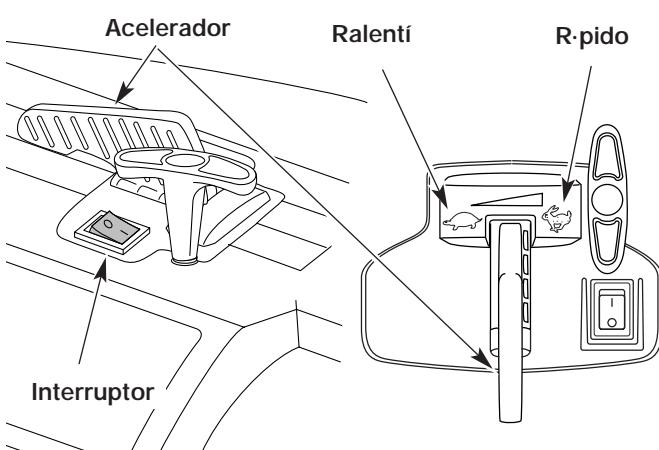
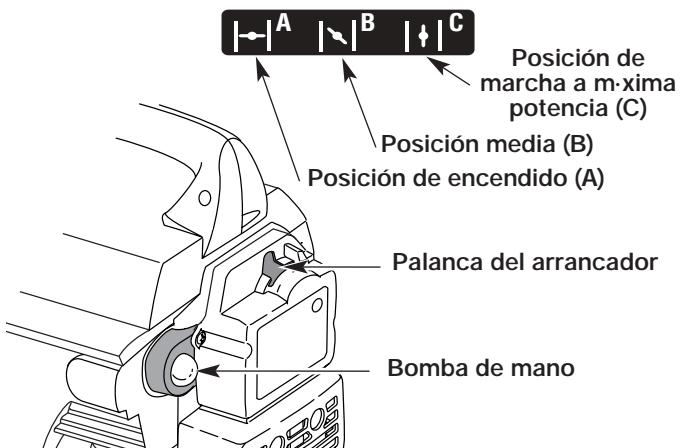

Fig. 10
Fig. 11
OBSERVACIÓN: El interruptor de encendido es un interruptor transitorio y siempre está en la posición de ENCENDIDO (ON) (I) (Fig. 10).
- Presione y suelte la bomba de cebado 10 veces, lentamente y completamente. Debe verse el combustible que llega a la bomba (Fig. 11). Si no se observa combustible en la bomba, presione tres veces más o hasta que el combustible llegue a la misma.
- Coloque la palanca del arrancador en posición de encendido (A) (Fig. 11).
- Con el aparato en el suelo, pase la palanca del arrancador en posición rápida (Fig. 10).
- Coloque la palanca del arrancador en posición media (B) (Fig. 11).
- OBSERVACIÓN:** El aparato no funcionará en posición de puesta en marcha (A).
- Deje que el motor se caliente durante 5 a 10 segundos. Coloque la palanca del arrancador en posición de marcha a máxima potencia (C) (Fig. 11).
OBSERVACIÓN: Si el motor se ahoga al intentar ponerlo en marcha, ponga la palanca del arrancador en posición de marcha a máxima potencia (C). Ponga el acelerador en posición de marcha rápida (Fig. 10). Tire de la cuerda del lanzador con energía. El motor debe ponerse en marcha después de 3 (tres) a 8 (ocho) tentativas.
OBSERVACIÓN: Cuando el motor est. caliente, no es necesario usar el arrancador. Coloque la palanca del regulador en la posición de rápido (Fig. 10) y arranque la unidad con la palanca del obturador en la posición de PARCIAL (B) (Fig. 11).
- Coloque el acelerador en posición de ralenti (Fig. 10). Deje que el motor se enfrie funcionando en ralenti.
- Oprima y sostenga el interruptor de encendido hacia abajo en la posición de APAGADO (STOP) [O] hasta que el motor se apague por completo (Fig. 10).
1. Coloque el interruptor en posición de PARADA [O] (Fig. 10) y espere que el rotor se detenga completamente.